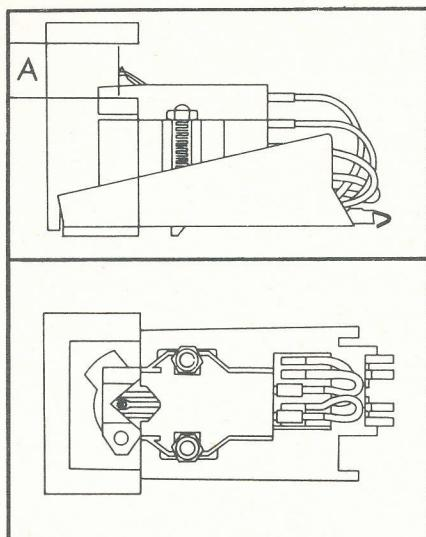

Fig. 14
3. Das Tonabnehmersystem ist richtig montiert, wenn die Aussparung der Montagelehre den Abtaststift des Tonabnehmersystems umschließt und in vertikaler Richtung die Abtastspitze sich innerhalb des Bereiches „A“ befindet (Fig. 14).